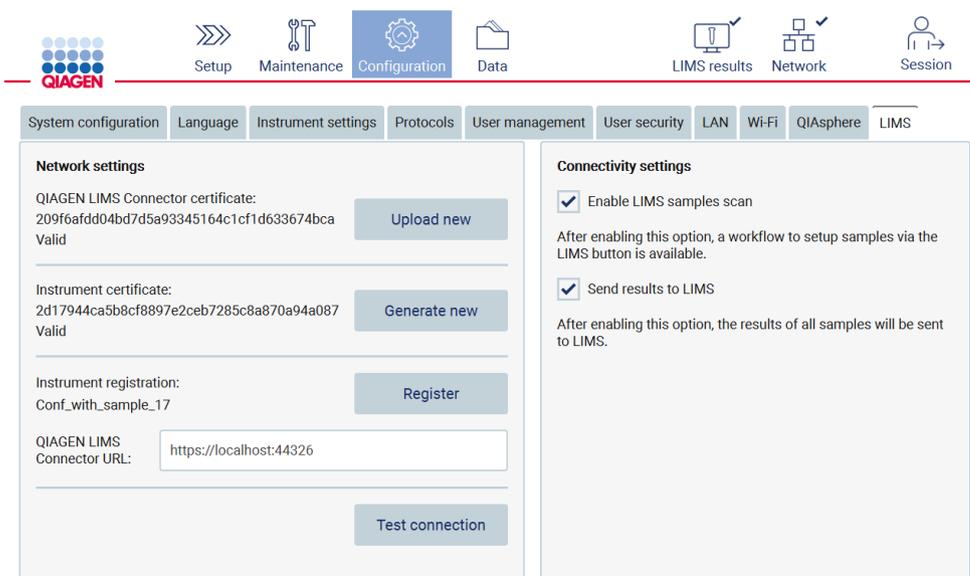
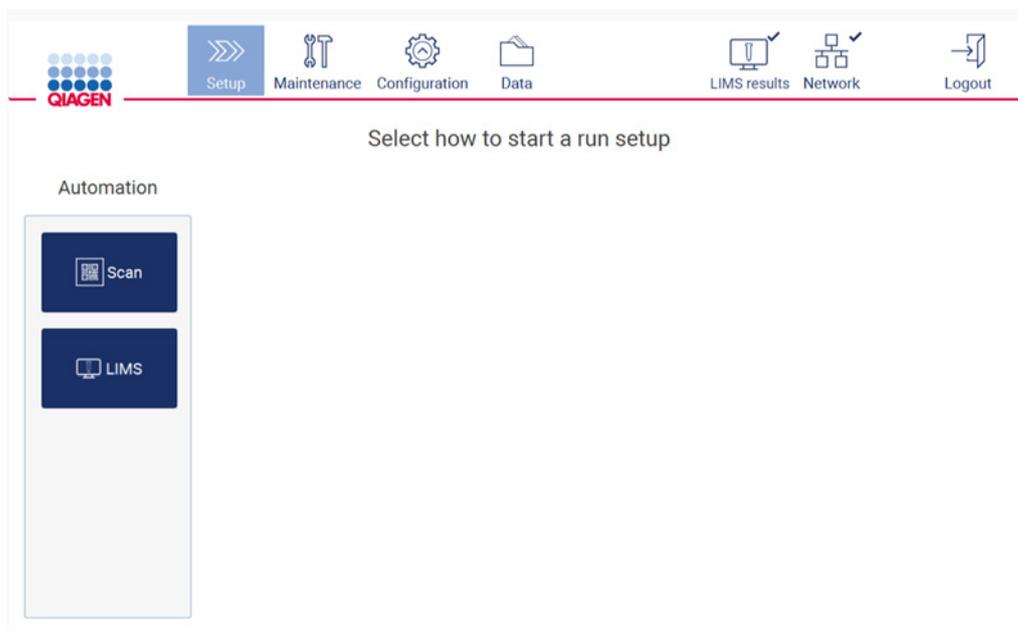

Figure 71. Onglet de configuration du SGIL avec cases à cocher activées.
Figure 72. Bouton LIMS (SGIL) disponible sur l'écran Setup (Paramétrage).
16. Si les cases Enable LIMS sample scan (Activer la lecture de l'échantillon SGIL) et Send results to LIMS (Envoyer les résultats au SGIL) (figure 71), le bouton LIMS (SGIL) est disponible sur l'écran Setup (Paramétrage) (figure 72).